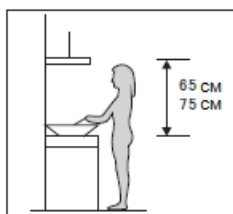

Рис. 1
1. Для достижения наилучшего эффекта вытяжку следует размещать на расстоянии 65-75 см над варочной поверхностью. См. рис. 1.